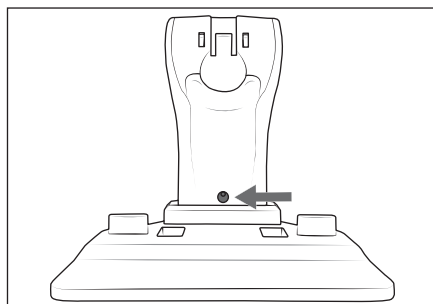

Fig. 1
- 1) Utilize a abertura no suporte para o aparelho **20** para marcar a furação na parede (fig. 1).
- 4) Introduza o parafuso na abertura do suporte para o aparelho **20** (fig. 1) e aparafuse-o na bucha com uma chave Philips.
- 3) Volte a inserir o parafuso **12** no orifício rosca-do na parte traseira do cabo vertical **11**. Aper-te o parafuso **12** com uma chave Philips no sentido dos ponteiros do relógio (fig. 1).